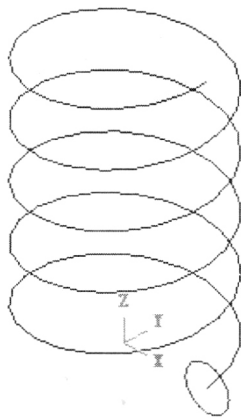

图 1-14 绘制截面圆
- 2 单击工具栏中的【俯视图】按钮后的下拉按钮，弹出下拉列表框，将构图平面设为前视图，再绘制直径为 8 的扫描截面圆，如图 1-14 所示。